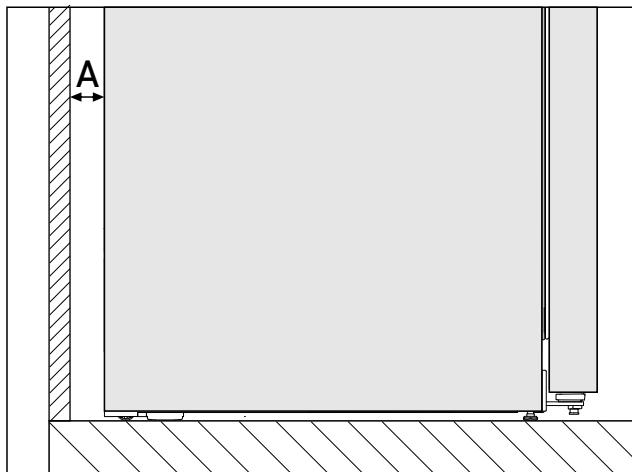

Fig. 3 *
Het energieverbruik is bepaald met een afstand tot de muur Fig. 3 (A) tussen de apparaatchterzijde en wand bepaald. Als de wandafstand minder dan Fig. 3 (A) is, heeft dit geen invloed op de werking van het apparaat. Bij een kleinere wandafstand kan het energieverbruik iets toenemen en kan er condensvorming op de achterwand van het apparaat optreden.*